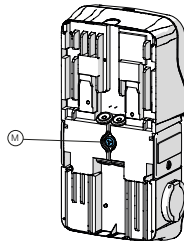

Fig. 3l
- Pour **Duo T / S**, représenté en Figures 3l et 4l, le câble réseau blindé passe par un trou de la membrane passe-câble (M).